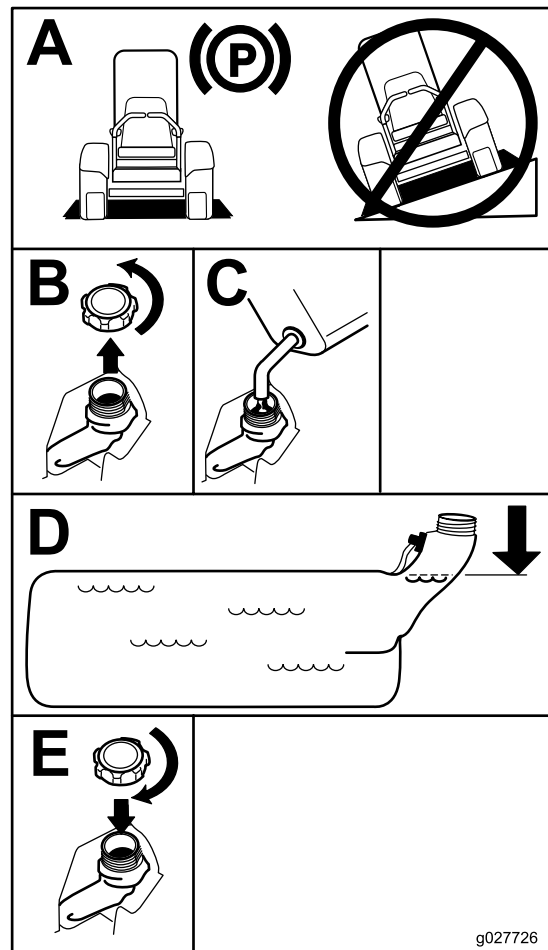

Figure 7
5. Remplissez le réservoir de carburant jusqu'à ce que la jauge indique qu'il est plein (Figure 7).